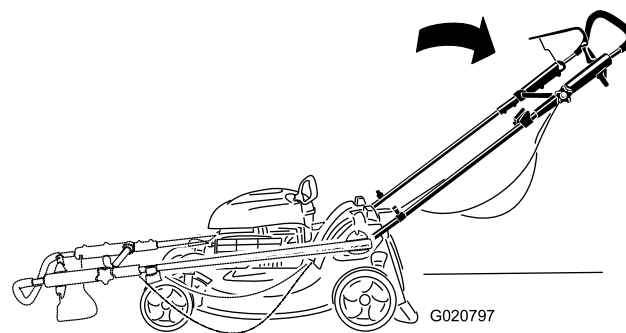

Figure 3
- Dépliez le guidon comme montré à la Figure 3.